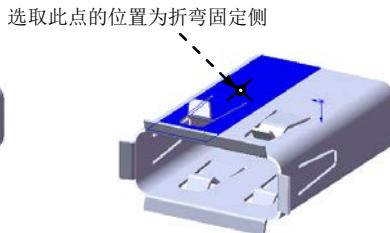

图 10.67 固定侧的位置
(3) 定义绘制的折弯参数。在图 10.67 所示的位置处单击，确定折弯固定侧；在 **折弯位置:** 选项中选取“折弯在外”按钮 ，单击  按钮，并在其后文本框中输入角度值 45；取消 **使用默认半径(U)** 复选框，在  文本框中输入折弯半径值 1。
(4) 单击  按钮，完成绘制的折弯 11 的创建。